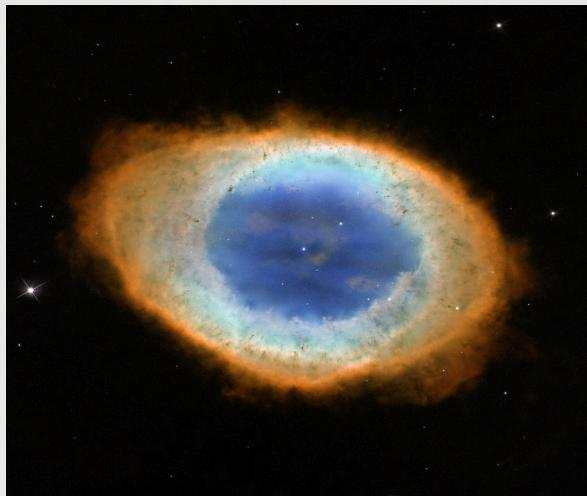

Рис. 1: Газы присутствуют на каждой планете во Вселенной
- Настройте эксперимент, как показано на рис. 1.